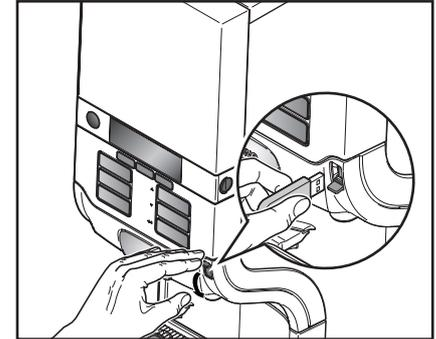

Fig. 23
- Inserire la chiave di attivazione USB nella presa USB dell'apparecchio, per consentire un'erogazione temporanea delle bevande (fig. 23).